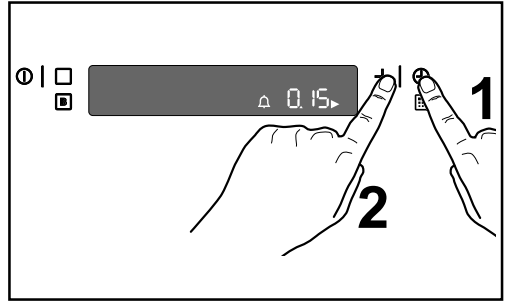

Fig. 7
1. Appuyez sur la commande de la fonction Temps  pour sélectionner la fonction Minuteur. Le voyant  clignote et «0.00» s'affiche (Fig. 7).